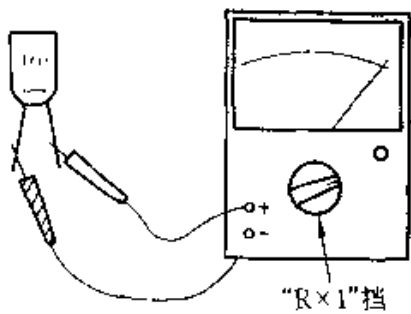
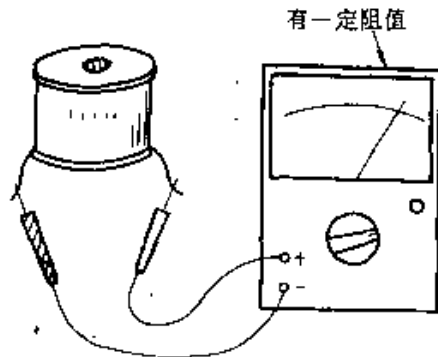

图 2-79
图 2-80
① 电感器的好坏可以用万用表进行初步检测,即检测电感器是否有断路、短路、绝缘不良等情况。检测时,首先将万用表置于“ $R \times 1$ ”挡,两表笔(不分正、负)与电感器的两引脚相接,表针指示应接近为“ 0Ω ”,见图 2-79。如果表针不动,说明该电感器内部断路;如果表针指示不稳定,说明内部接触不良。对于电感量较大的电感器,由于其线圈圈数相对较多,直流电阻相对较大,万用表指示应有一定的阻值,见图 2-80。如果表针指示为“ 0Ω ”,说明该电感器内部短路。